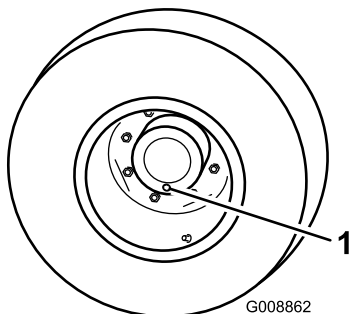

Figura 81
1. Com a roda posicionada de forma a que um tampão de verificação fique na posição mais inferior (6 horas) (Figura 81), estacione a máquina numa superfície plana, engate o travão de estacionamento, desça as plataformas do cortador, desligue o motor e retire a chave.